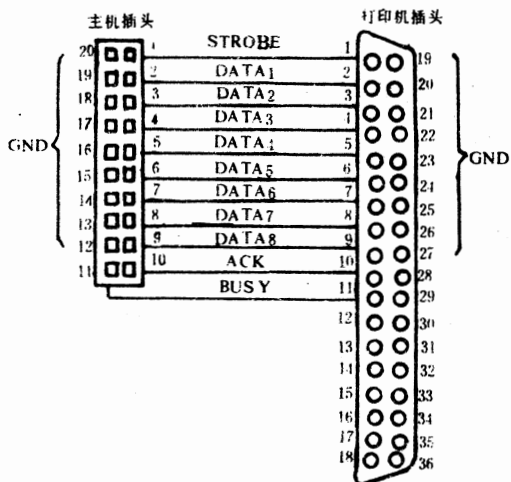

图 2-21 打印机接线图
2. 打印机与主机之间的连接电缆发生故障。如果打印机与主机之间的扁平电缆未曾接上, 或者所连接的信号线不正确, 或者发生线缆断线, 均会引起“系统挂起”。紫金 I 主机与并行接口打印机之间的联接电缆采用的是 20 线扁平电缆, 可以按照图 2-21 所示的接线图, 检查一下电缆信号线是否正确。